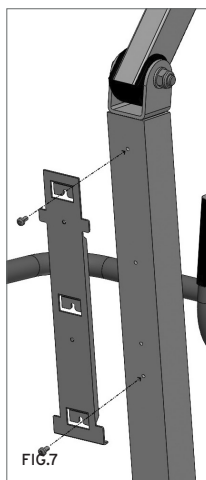

FIG.7
2. Fijar la brida de soporte de la centralita a la columna con los tornillos en dotación, utilizando los orificios previstos. (Fig.7)